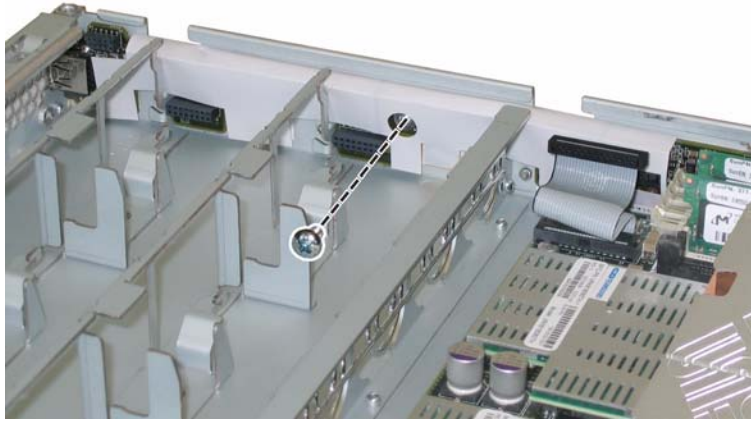

ABBILDUNG 3-28 Lösen der Schraube der vorderen I/O-Platine vom Gehäuse
11. Lösen Sie die Schraube, mit der die vordere I/O-Platine am Gehäuse befestigt ist. Siehe **ABBILDUNG 3-28**.